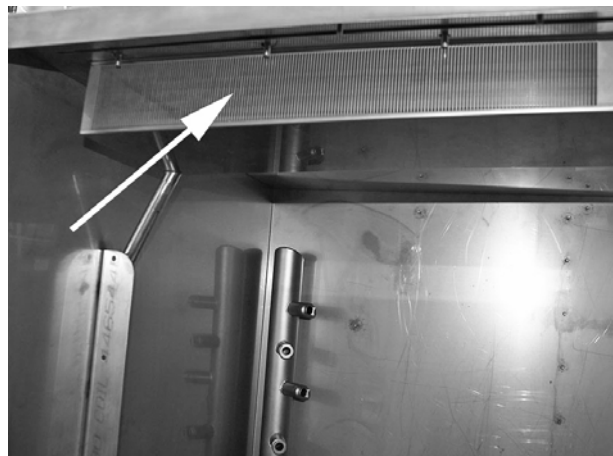

Abbildung 30: EcoExchanger, wie er in der Spülkabine zu sehen ist.
12. Reinigen oder spülen Sie den EcoExchanger in der Spülkabine aus. (Das Kästchen auf der Oberseite wird bei der Wartung der Maschine von einem Servicetechniker gereinigt - jeweils nach 10.000 Zyklen). Siehe Abbildung 30 EcoExchanger, wie er in der Spülkabine zu sehen ist.